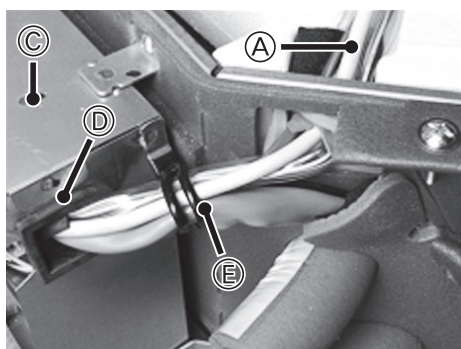

Fig. 4-3
- (3) Δρομολογήστε το ασύρματο καλώδιο ζεύξης μέσα από τον ΔΑΚΤΥΛΙΟΣ του πίνακα του ηλεκτρικού εξαρτήματος και, στη συνέχεια, συνδέστε το καλώδιο στο CN90 της εσωτερικής πλακέτας ελέγχου. (Fig. 4-3)
- (4) Στερεώστε τα καλώδια με το σφιγκτήρα.